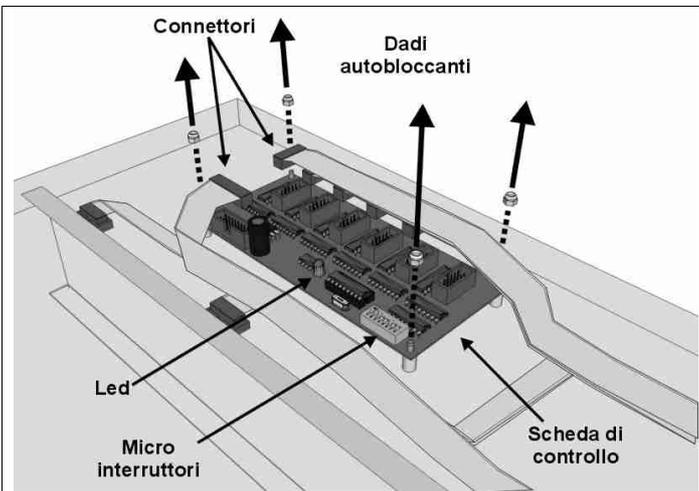

Fig. 18: Sostituzione di una scheda di controllo
2. Cambiare il cavo di collegamento tra la scheda LED e quella di controllo (Fig. 18).
- b) individuare la scheda di controllo collegata al gruppo di schede LED non funzionanti attraverso i cavi piatti a 10 vie (Fig. 18). Se fornendo alimentazione al tabellone, il LED presente su tale scheda di controllo (Fig. 18) appare acceso o lampeggiante, allora sostituire la scheda di controllo (capitolo 7.2); altrimenti, se il LED risulta spento:
6. Individuare la scheda (o le schede) di controllo, alloggiata sul lato interno del supporto (Fig. 18), alla quale sono collegate le schede LED non funzionanti; estrarre da essa tutti i connettori prendendo nota della loro posizione.
7. Mediante una chiave da 5,5 mm svitare i 4 dadi di blocco della scheda di controllo (Fig. 18) e quindi toglierla dalla sede.